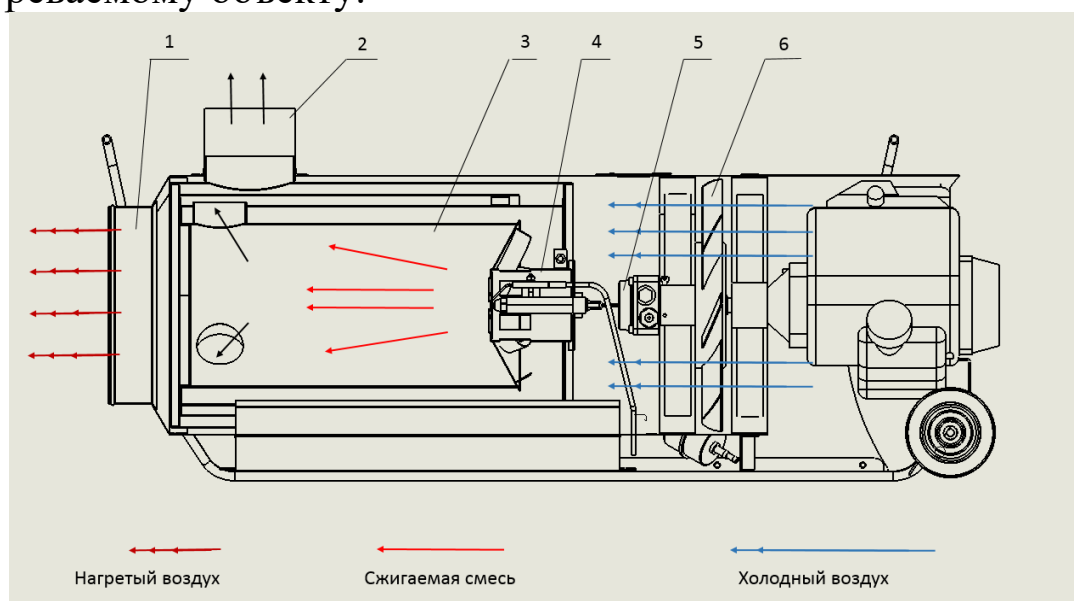

Рисунок 2 - Схема работы подогревателя.
2.4.11 Принцип работы подогревателя состоит в следующем (рис.2). Бензодвигатель вращает вентилятор, подающий воздух внутрь горелочного узла и омывающего теплообменник снаружи, а также вращает топливный насос. Насос создает давление в топливной магистрали и через форсунку происходит его распыление, одновременно смешиваясь с воздухом. Электроды, расположенные над форсункой поджигают топливо-воздушную смесь. В калорифере происходит горение смеси, в результате чего он нагревается. Осевой вентилятор поддерживает горение и создаёт поток воздуха между корпусом подогревателя и калорифером.